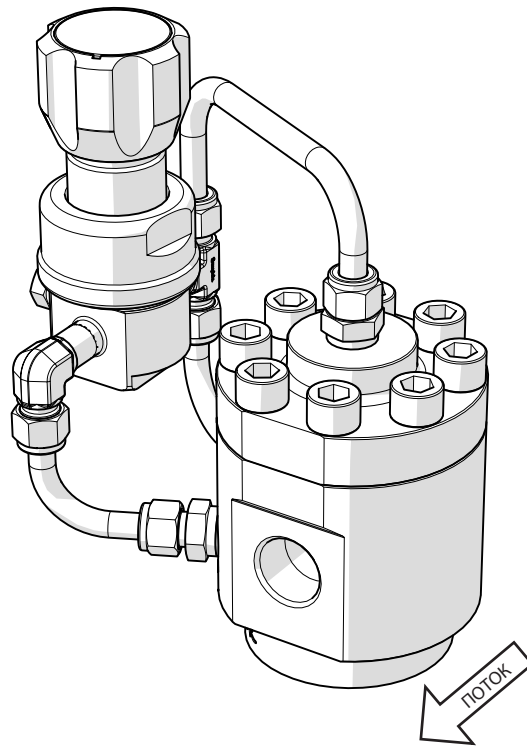
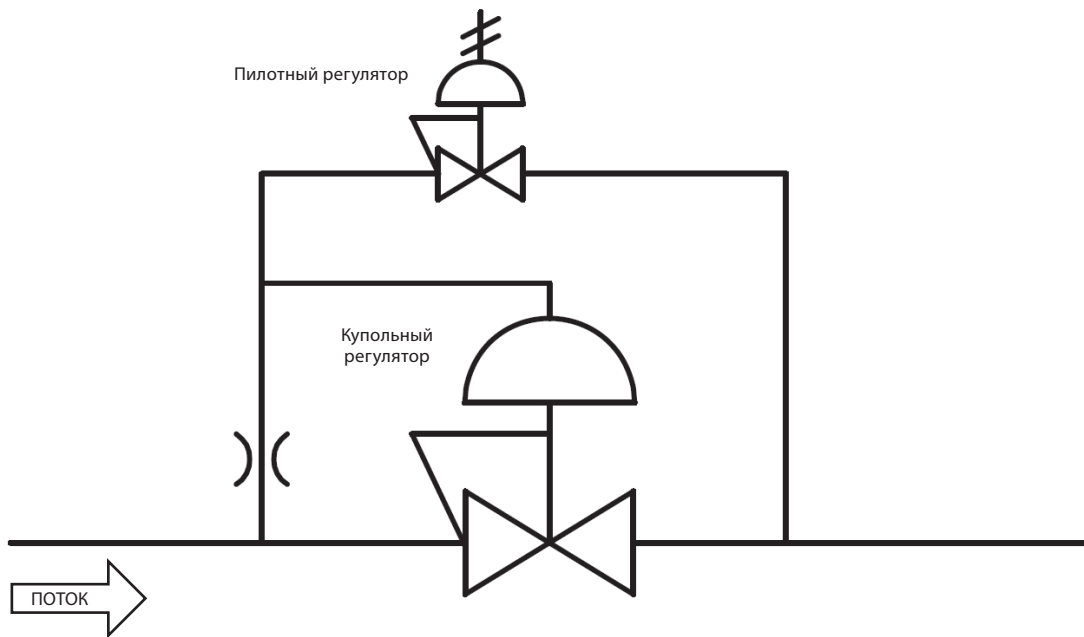

Рис. 1
Рис. 2
- **Управление интегральным пилотным устройством.** В этом варианте купольный регулятор поставляется в комплекте с пилотным (Рис. 1). Пилотный регулятор, с «питанием» от системного давления, управляется вручную для контроля давления в куполе (Рис. 2). Данная конфигурация не поставляется для жидких сред.